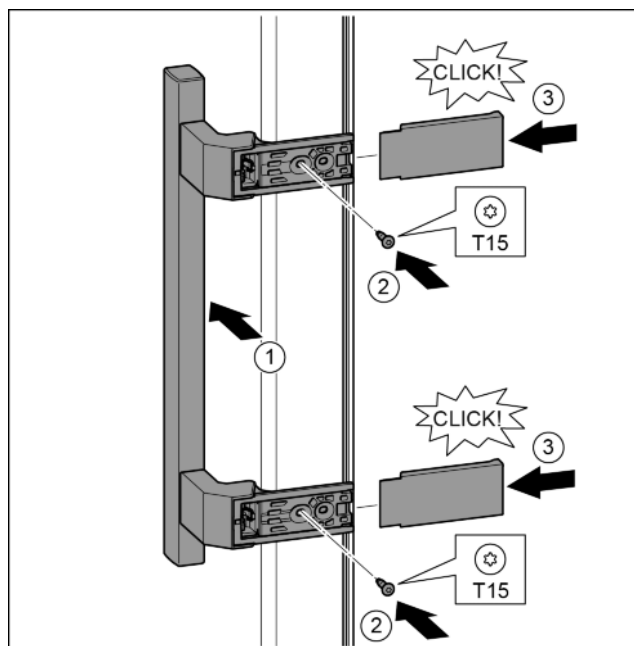

Fig. 34
- Założyć uchwyt po przeciwległej stronie. Fig. 34 (1)
- Śruby przykręcić przy pomocy śrubokręta T15. Fig. 34 (2)
- Osłony założyć z boku i wsunąć. Fig. 34 (3)